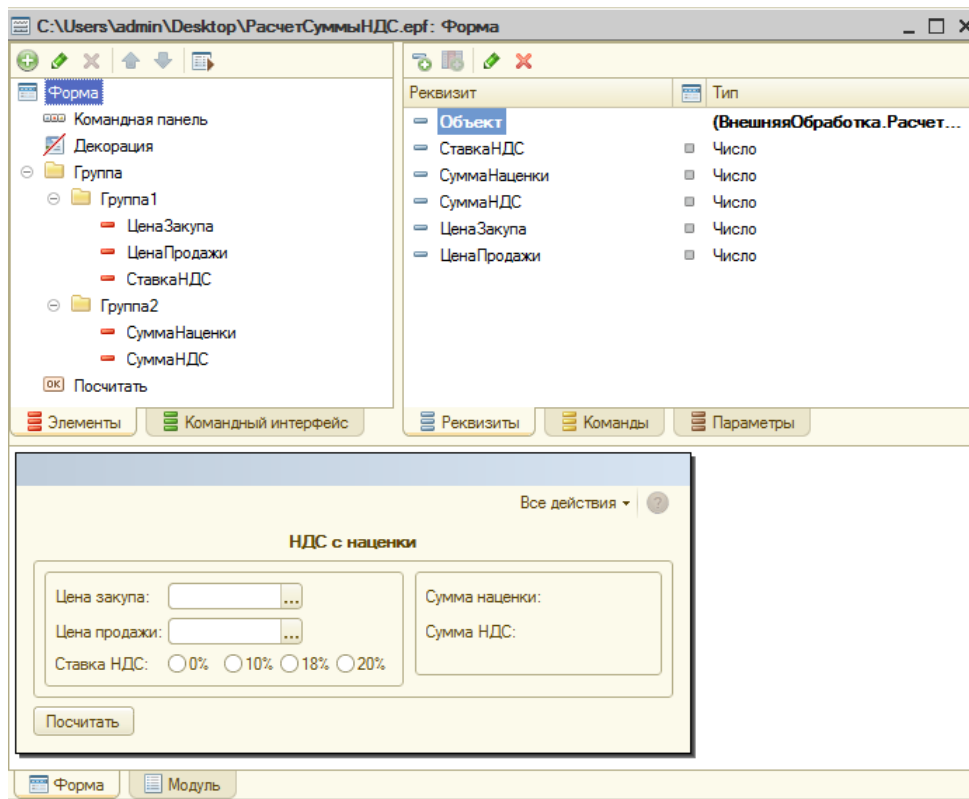

Рисунок 138 Форма обработки
10. Добавьте команду и расположите ее на форме. Пример формы внешней обработки представлен на рис. 138.